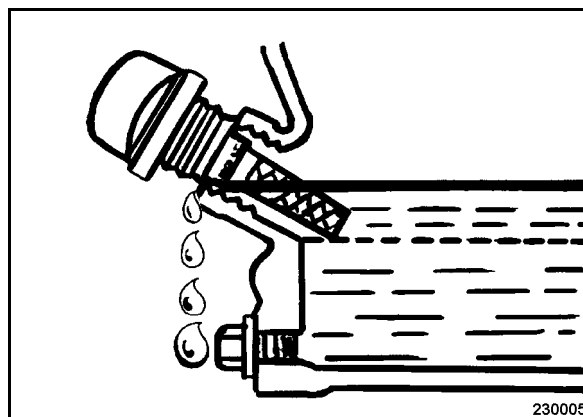

рис. 48
- Установить двигатель горизонтально и вывинтить указатель уровня масла (рис. 48).